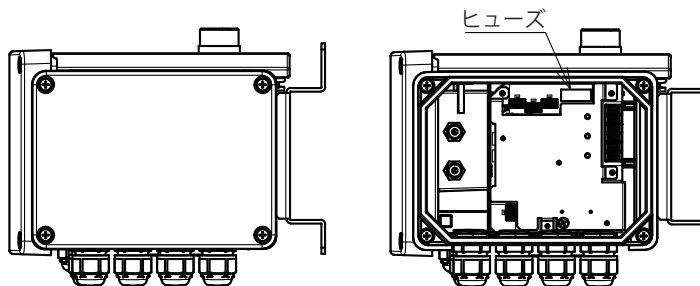

図8.10 ヒューズ交換
- (1) 止めねじ 4 本を緩めて、スマートユニットカバーを外します。
- (2) ヒューズホルダを取り出します (図 8.10 参照)。
- (3) ヒューズを新しいものに交換してください。
- (4) スマートユニットカバーを元に戻します。